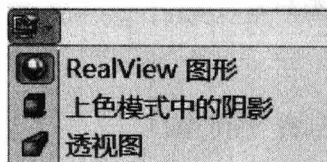

图 1-17
(9) 视图设定  提供以下能力选择, 包括 RealView 图形、上色模式中的阴影和透视图, 如图 1-17 所示。
(10) 旋转视图  旋转一个视图的能力。
(11) 三维工程图视图  动态地操作工程图视图从而进行选择的能力。